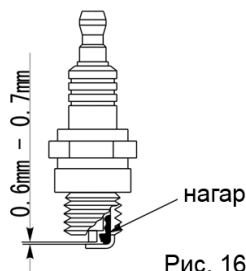

Рис. 16
- Очистите нагар на свече зажигания и отрегулируйте зазор между электродами до 0,6 ~ 0,7 мм. (Рис.16)